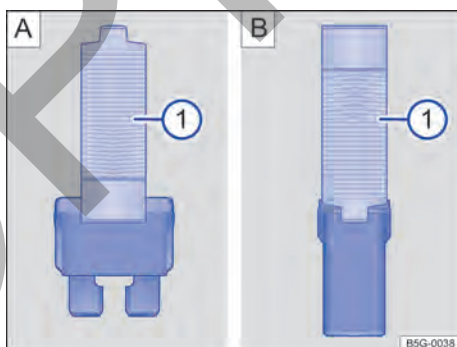

Fig. 195 Retirar o colocar el fusible con la pinza de plástico: [A] fusible plano, [B]: fusible de bloqueo.
- De ser necesario, retirar la pinza de plástico → fig. 195 [1] de la cubierta de la caja de fusibles.
- De acuerdo con la versión del fusible, colocar las garras adecuadas del alicate plástico → fig. 195 [A] [1] o → fig. 195 [B] [1] de forma lateral en el fusible.